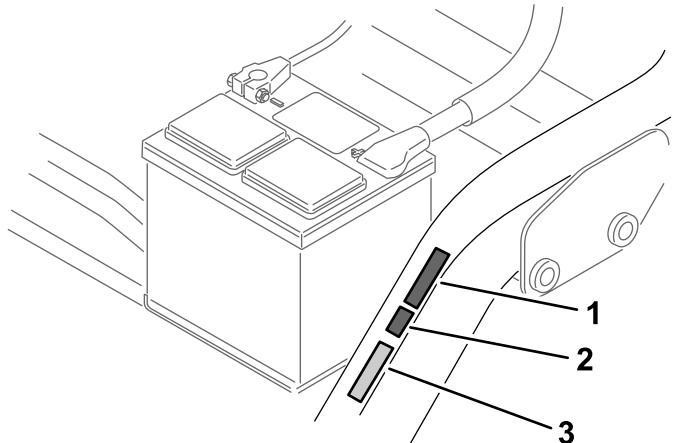

Bild 17
- Bringen Sie den CE-Herstellungsjahr-Aufkleber neben dem CE-Kennzeichnungsaufkleber an (Bild 17).
- Bringen Sie den CE-Kennzeichnungsaufkleber neben der Seriennummernplatte an (Bild 17).